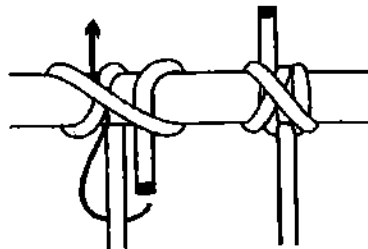

Рис. 616. **Качельный узел.**
**Качельный узел** вяжется из **выбленочного узла** (рис. 616). **Качельный узел** крепкий и безопасный, он не ползёт при рывках и легко развязывается после снятия нагрузки.